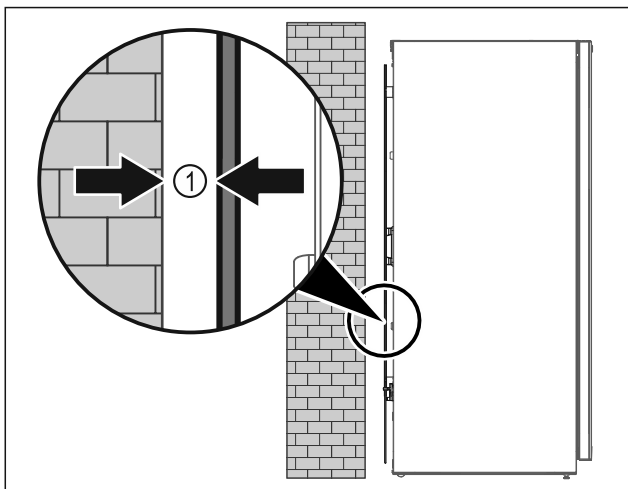

Fig. 9
- ▶ Placer l'appareil soit librement dans la pièce, soit directement contre un mur en respectant une distance minimale de 5 mm Fig. 9 (1).